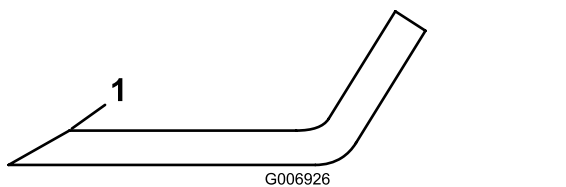

Figura 74
- Inspeccione los filos de corte de todas las cuchillas, afílelos si están romos o tienen mellas, afile únicamente la parte superior del filo y mantenga el ángulo de corte original para asegurar un afilado correcto (Figura 74).